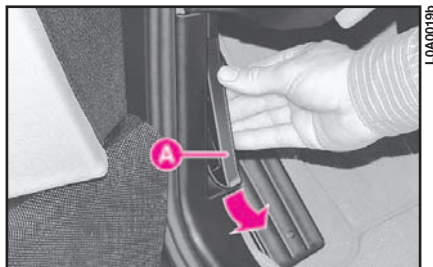

fig. 212
- 2) Tirare la leva **A** (fig. 212) nel senso indicato dalla freccia.